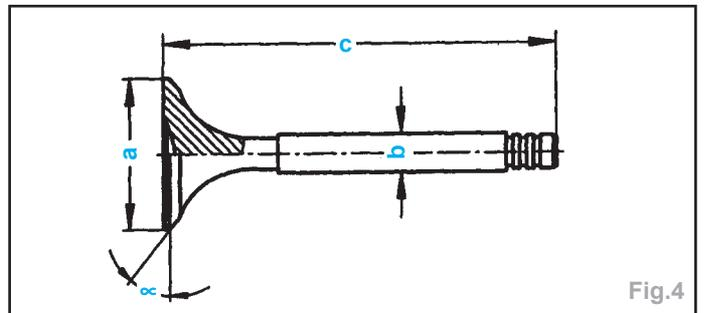

Fig.4
**Important** : Les soupapes ne doivent pas être rectifiées et seul le rodage est admissible (Fig.4).